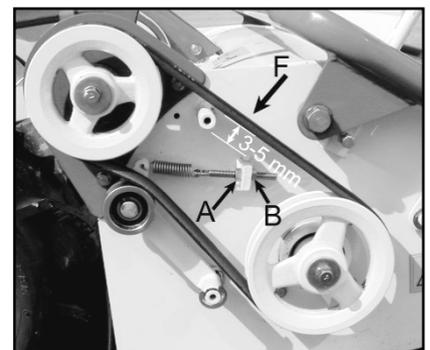

Figure 23
- Poussez la courroie avec un doigt sur (F, Figure 23) de la ceinture doit passer de 3 à 5 mm. Si la courroie ne se déplace pas en conséquence, ajuster avec les vis A et B.